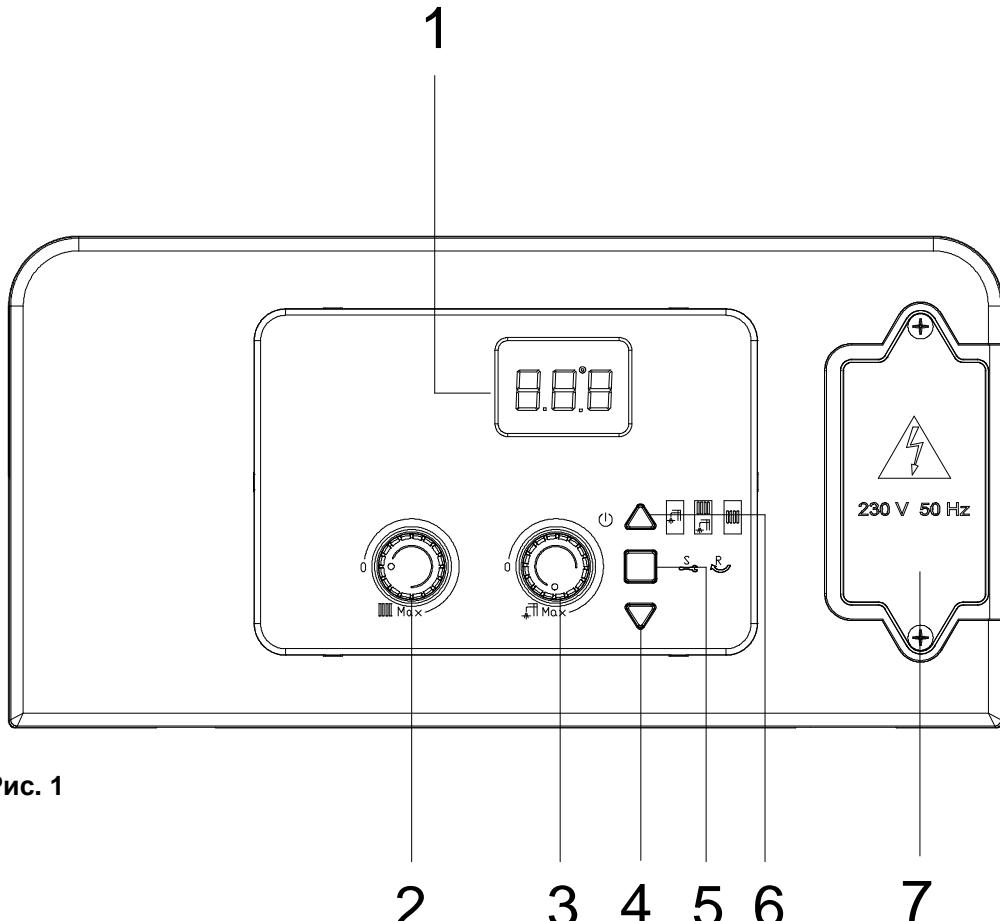

Рис. 1
- Нажмите кнопку **6** «» (рис. 1). Котел включится автоматически (при выборе режима WINTER (ЗИМА) и подключении комнатного термостата).
Для переключения котла в режим «SUMMER (ЛЕТО)» нажмите кнопку **6** (см. рис. 1). Котел будет обслуживать только систему горячего водоснабжения. На работу котла в режиме «SUMMER (ЛЕТО)» указывает символ  , постоянно горящий на панели управления.